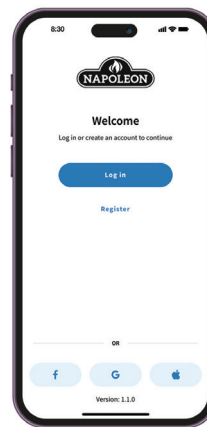

Abb. 1
1. Registrieren Sie ein Konto bei der **Napoleon Home App** ODER melden Sie sich mit Ihren Facebook-, Google- oder Apple-Kontoinformationen an. (Abb. 1)